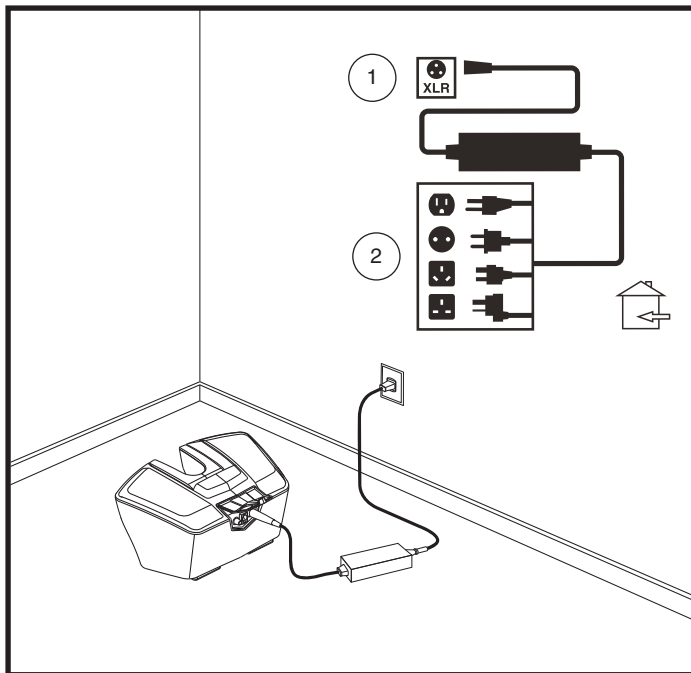

Figura 14. Caricamento della batteria
3. Inserire il caricabatterie esterno nella porta apposita del pacco batterie. **Vedere figura 14.**